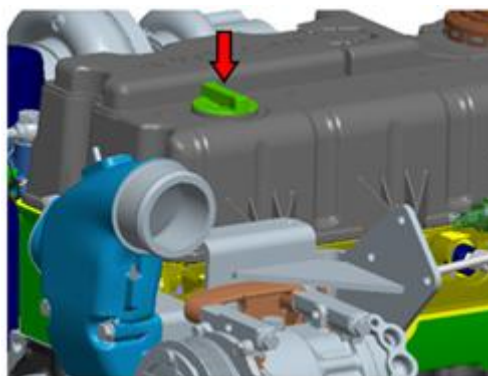

Рисунок 5.12. Крышка маслоналивной горловины
- ▶ Открыть маслоналивную крышку, см. рис. 5.12, расположение крышки показано стрелкой. Крышка открывается вращением против часовой стрелки.
- ▶ Снять крышку с маслоналивной горловины, см. рис. 5.12.
- ▶ Закрыть крышку маслоналивной горловины, см. рис. 5.12.